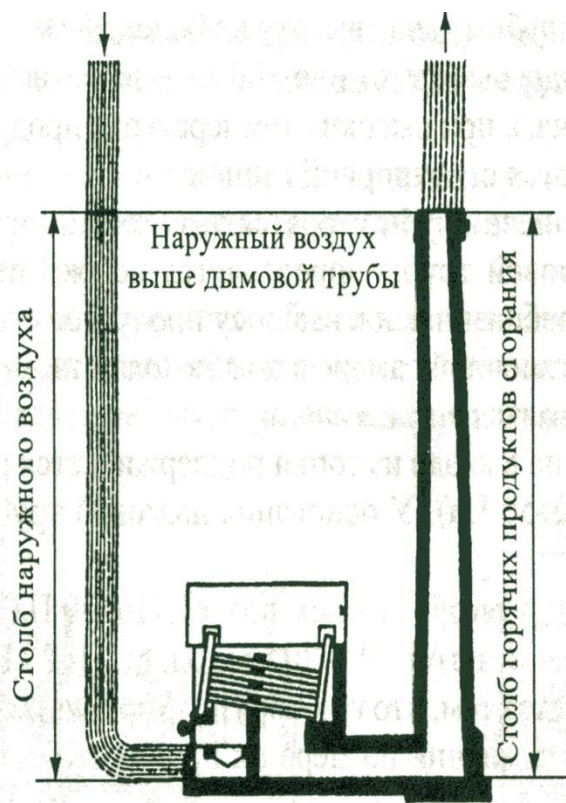

Рис. 29. Схема естественной тяги
- Естественная тяга *возникает за счет дымовой трубы (рис. 29)*, а искусственная создается дымососом.